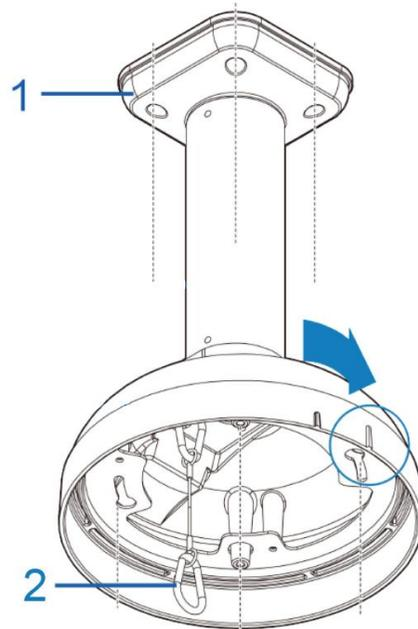

图 1
2. 将安装板上的孔与安装杆座 (1) (图 1) 上的孔对齐，将其向天花板提起。
5. 将安全绳连接至支架护盖 (2) (图 1) 上的“挂钩”与摄像头基座上的“挂钩”。
4. 将安全安全绳连接至支架构盖 (1) (图 1) 上的“挂钩”与摄像头基座上的“挂钩”。